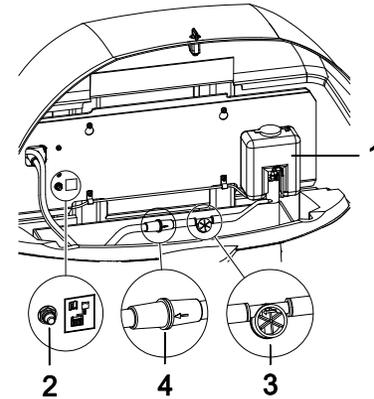

Bild 6-5. Nachfüllen der Batterien mit Wasser
- Trennen und reinigen Sie das **Filter (4)** (Siehe Bild 6-5.), indem Sie den Wasserfluss gegenüber der normalen Richtung umkehren